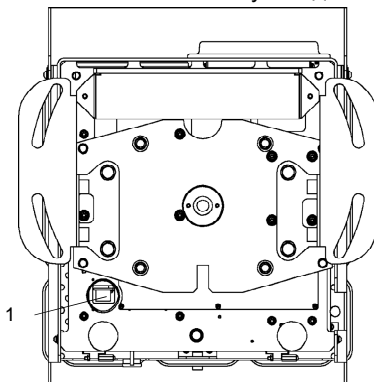

Рис. 1. ФБ, вид снизу
- Подключите персональный компьютер (ноутбук) к комплексу с помощью кабеля Ethernet к разъему 1 (Рис. 1).